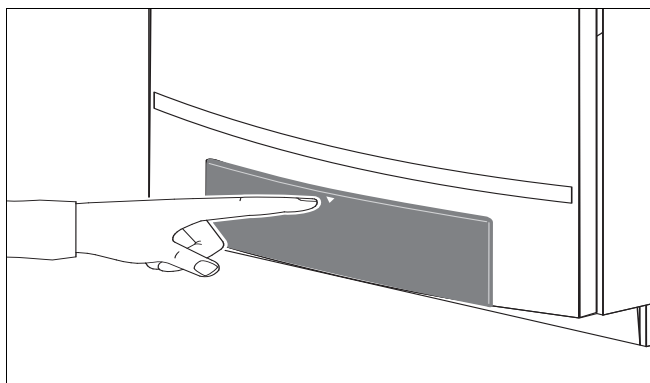

Fig. 28 Porniți tabloul de comandă
- Porniți tabloul de comandă prin apăsare (fig. 28).